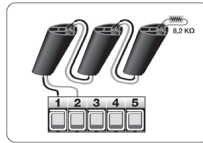

Рисунок 9.
3) для подключения серии устройств с постоянным сопротивлением 8,2 кОм необходимо использовать схему параллельного подсоединения, установив сопротивление на последнее устройство (рисунок 9).